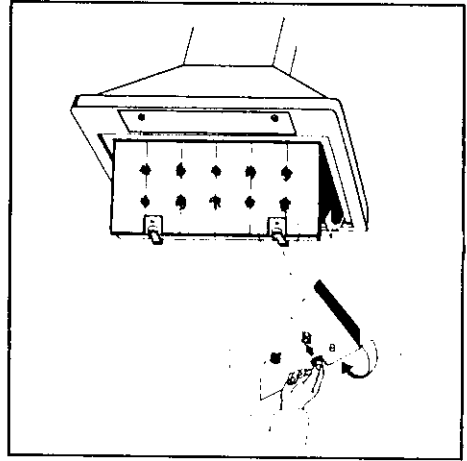

Fig. 2
- Pour monter le filtre, l'introduire dans son logement à l'avant et le fixer à l'arrière à l'aide des deux crochets B (Fig. 2).
Il ne faut jamais laver le filtre à charbon. Pour le démonter, enfoncer les touches 'B' vers l'intérieur et le tirer vers le bas (Fig. 2).